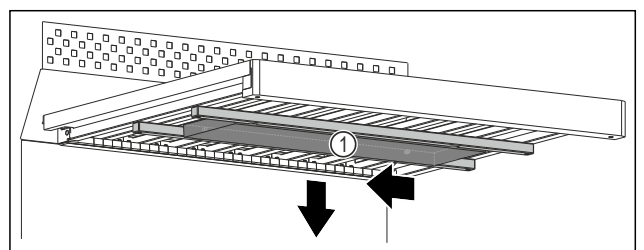

Fig. 99
- Wasserbox Fig. 99 (1) nach links schieben.
- Wasserbox Fig. 99 (1) nach unten entnehmen.